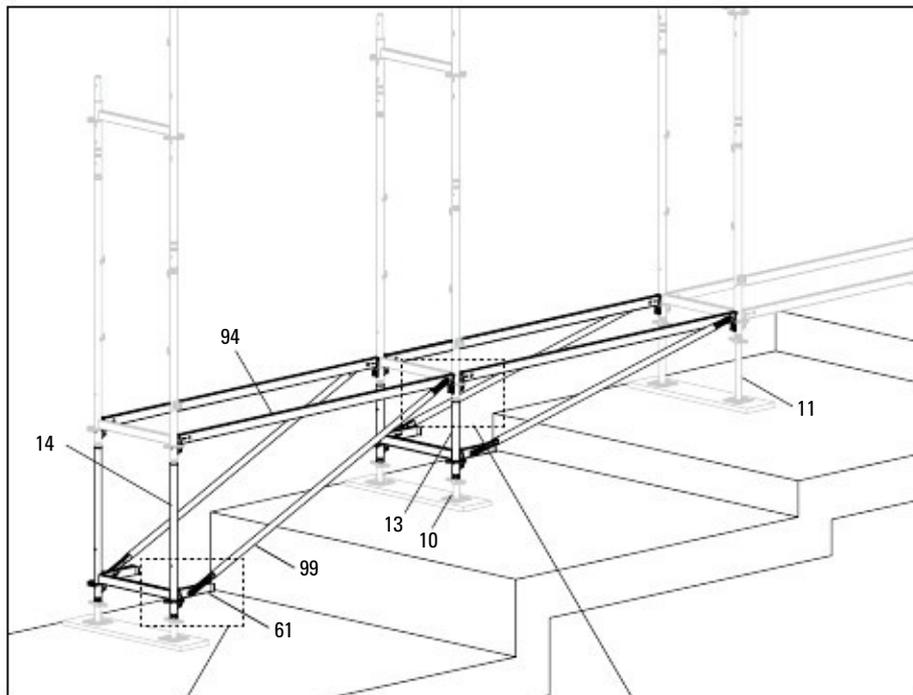

Fig. B1.02
На наклонен терен или при промени във височината настройте скелето с помощта на регулаторите на основата EVA 50 (13) или EVA 100 (14), за да се настроите към (виж Fig. B1.02 на следващата страница).
1. Монтирайте гредата UH Plus (94) в розетките на основната рамка EVB.
2. Монтирайте подпората UC 33 (61) на $\frac{3}{4}$ -розетките на регулатора на основата EVA (13/14). Сигурно фиксирайте клиновете. (Fig. B1.02)